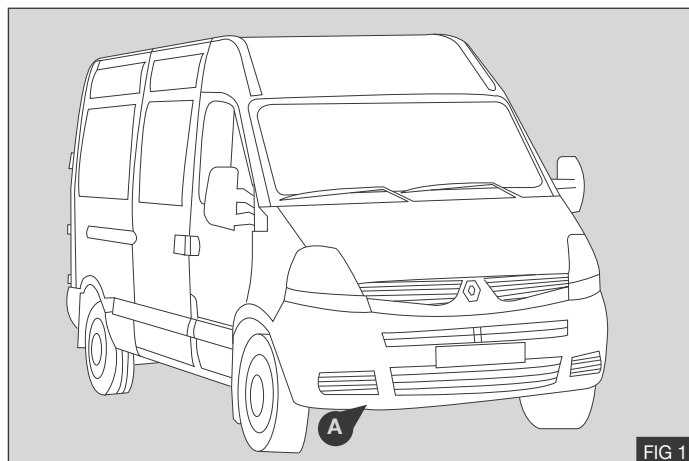

FIG 1
1. Retirer le carter inférieur (A) - Fig 1.